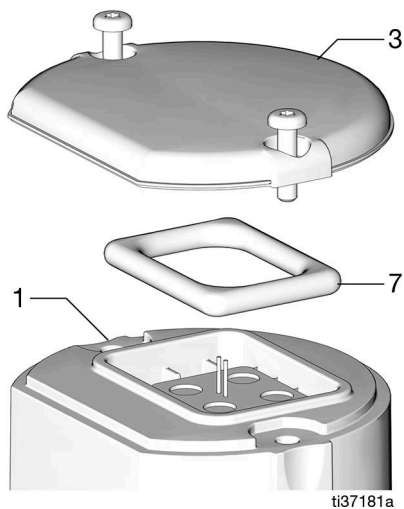

图 12
5. 如有必要，从外壳 (1) 上拆下密封垫 (7)。确保将密封垫安装到盖板 (3) 上。在密封垫上涂一层薄薄的机油或润滑脂，以润滑安装 (图 12)。